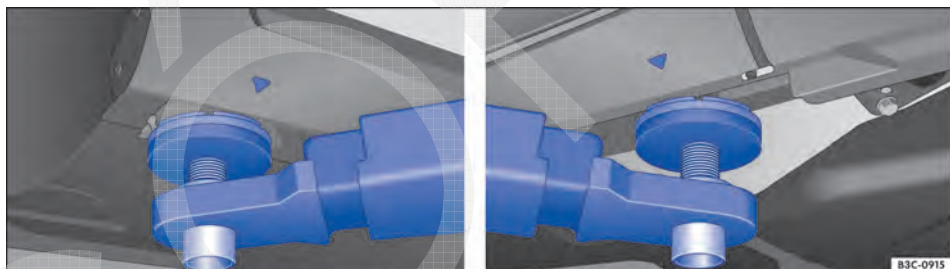
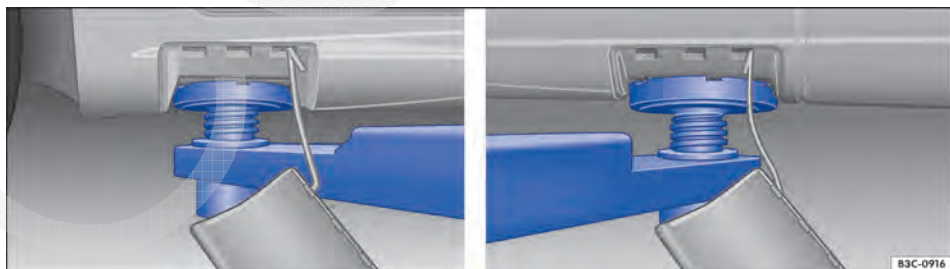

Fig. 239 Suspendor com a plataforma elevatória: pontos de recepção em veículos sem cobertura.
Fig. 240 Suspendor com a plataforma elevatória: pontos de recepção em veículos com cobertura.
O veículo deve ser suspenso somente pelos pontos indicados nas figuras ⇒ Fig. 239 e ⇒ Fig. 240. Se o veículo não for suspenso pelos pontos indicados, poderão ocorrer danos no veículo ⇒ ① e ferimentos graves ⇒ ⚠.
- Suspender o veículo somente pelos pontos indicados nas figuras ⇒ Fig. 239 e ⇒ Fig. 240. Se o veículo não for suspenso pelos pontos indicados, o veículo poderá cair da plataforma elevatória quando, por exemplo, o motor ou a suspensão for desmontado.